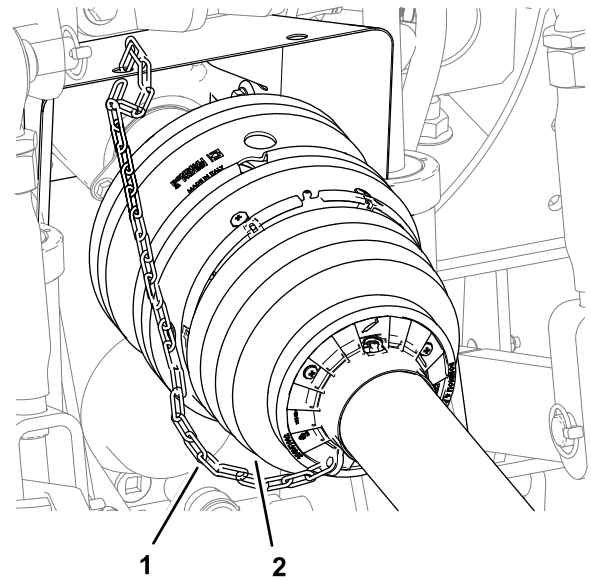

Bild 26
6. Befestigen Sie die Rückhalteketten an einem festen Teil des Zugfahrzeugs (Bild 26).